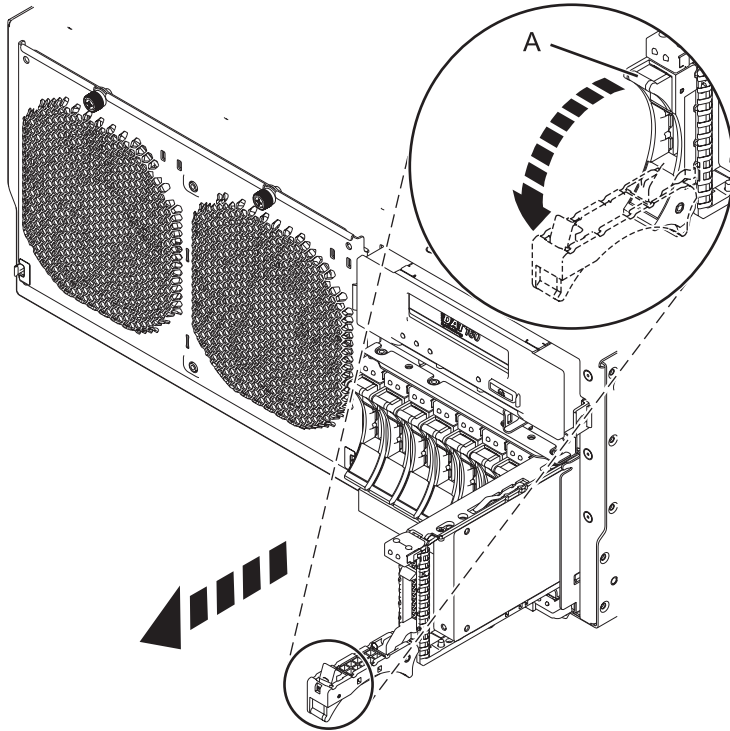

Figure 22. Retrait de l'unité de disque du fond de panier
- 1) Déverrouillez la poignée de l'unité de disques (A) et tirez-la vers vous pour la dégager.
- 2) Placez une main sous l'unité de disques et tirez avec précaution l'unité de disques du système, comme indiqué dans la figure 22, à la page 47.